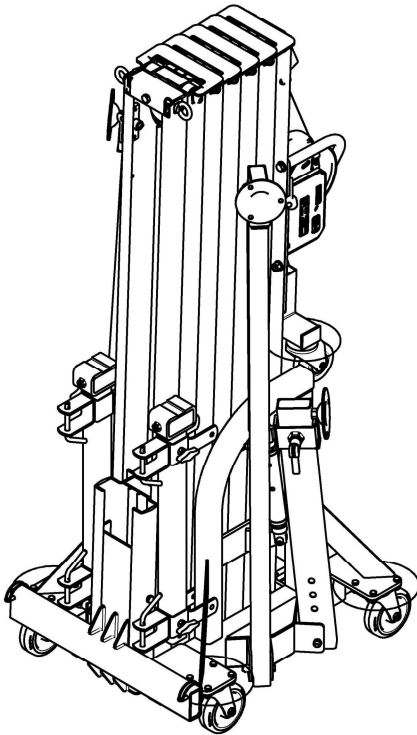

Figure 1
- ⇒ Placer l'élévateur en position verticale, sur ses roulettes de transport (Figures 1 et 2)